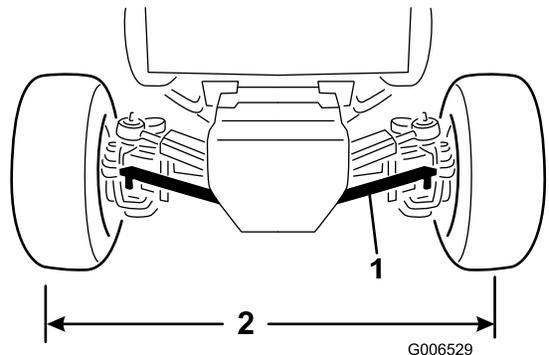

図 59
2. タイロッドのボール・ジョイントの1つをアクスルのブラケットに固定しているナットを外してボール・ジョイントをアクスルから外す (図 59)。
4. 右タイヤの中心線からと左タイヤの中心線までの距離が、タイヤの前後で等しくなるように、タイロッドのボールジョイントを内側または外側に回して調整する (図 59)。